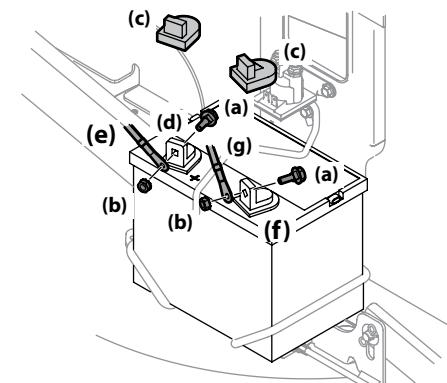

Figura 2-14
- Extraiga los pernos hexagonales instalados en fábrica (a) ubicados en el extremo del arnés de cables. Guarde los herramientas para uso posterior. Consulte la Figura 2-14.
2. Retire la cubierta plástica (c), si está presente, del borne positivo de la batería (d) y una el cable rojo (e) al borne positivo de la batería (b) utilizando uno de los pernos hexagonales (a) y las tuercas Sems (b) que se extrajeron en el paso 1. Llave y/o llave de cubo de $\frac{7}{16}$ ". Consulte la Figura 2-14.
3. Retire la cubierta plástica (c), si está presente, del borne negativo de la batería (f) y una el cable negro (g) al borne negativo de la batería (f) utilizando el perno hexagonal restante (a) y la tuerca Sems (b). Consulte la Figura 2-14.